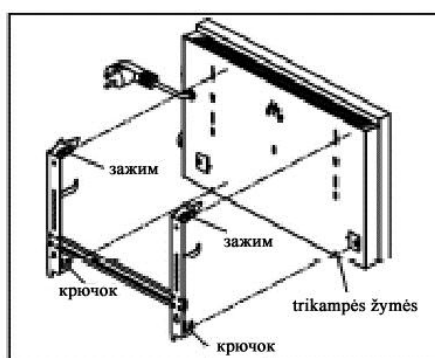

Fig. 3
- 3) Установите обогреватель на кронштейн; убедитесь, что крюк на кронштейне совпадает с отверстием на задней части обогревателя (треугольные отверстия). Совместите зажим кронштейна с отверстием на задней части прибора. Нажмите на зажим кронштейна, надежно зафиксировав его в отверстии (рис.3).